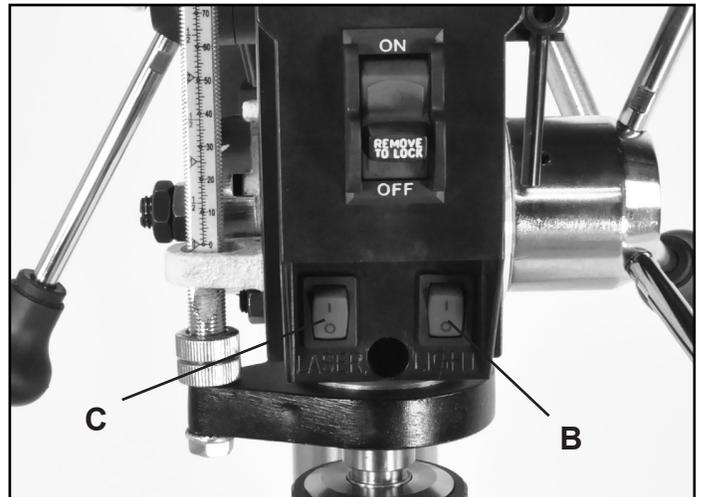
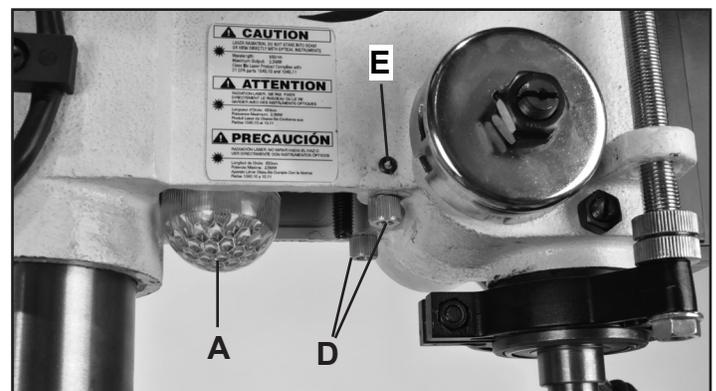

FIG. 24
FIG. 25
INTERRUPTOR DE LUZ LED La perforadora incluye una bombilla LED especial (# 53) que se encuentra debajo de la cabeza de fundición junto a la columna para iluminar mejor su trabajo desde atrás y eliminar la interferencia de las sombras (FIG. 25, A). El interruptor de ENCENDIDO / APAGADO de la luz se encuentra en la parte frontal inferior del cabezal de la taladradora, el interruptor en el lado derecho. FIG. 24, B.
INTERRUPTOR DE LUZ LÁSER también se encuentra en el panel frontal inferior a la izquierda del interruptor de luz LED (FIG. 24, C). Este interruptor activa los dos punteros láser X-Y (#51) que se encuentran de forma segura debajo de la fundición de la cabeza detrás del mandril. FIG. 25, D.
6. Cada ajuste láser se fija con un tornillo hexagonal (#8) situado en el lado de la picadura de la cabeza - justo detrás del cubo de la manija (#86) o la tapa de resorte (#61). FIG. 25, E. Con la llave hexagonal de 3 mm suministrada, afloje los tornillos hexagonales para que los láseres se puedan ajustar.